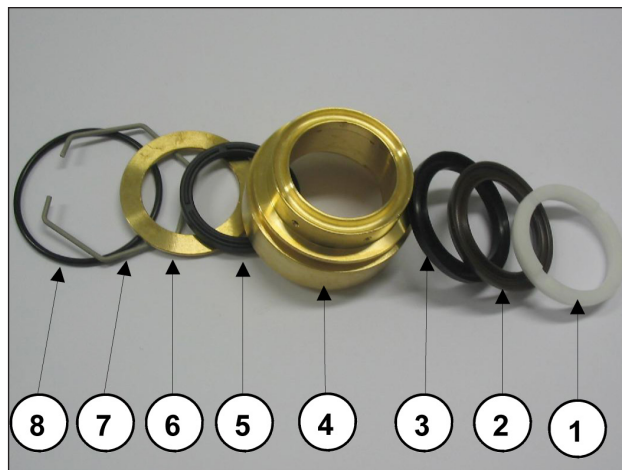

Fig. 22
**Prestare attenzione all'ordine di smontaggio del pacco guarnizioni come indicato in Fig. 22 composto da:**